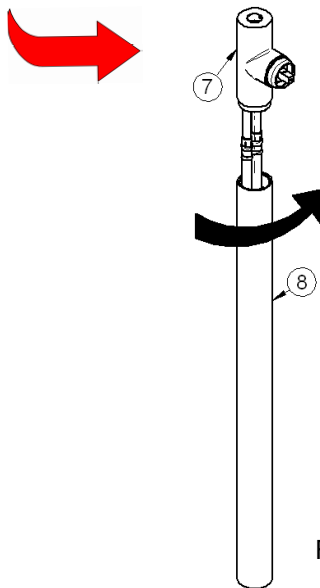

Fig. 8
Raccordez les flexibles (5) et (6) sur les parties (4) et fixer la partie (9). Faire descendre la rosace (10) au sol comme indique par la fiche (fig. 8)